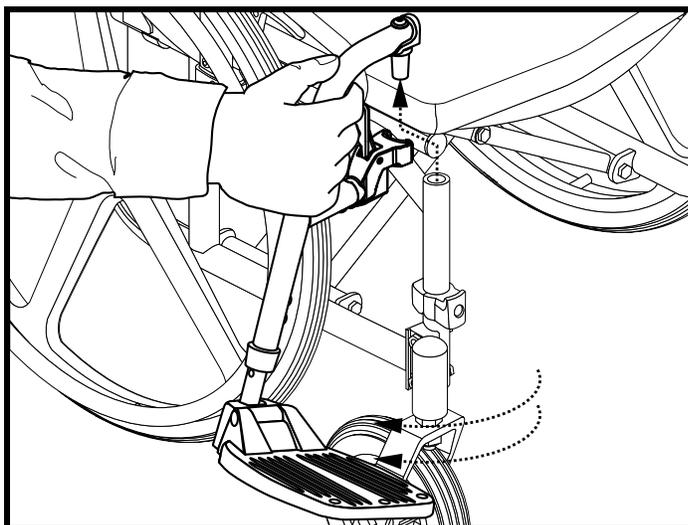

Figure 23. Pour débloquer un SFR
2. Soulever le repose-pied (SFR) pour le retirer. Voir la figure 23.